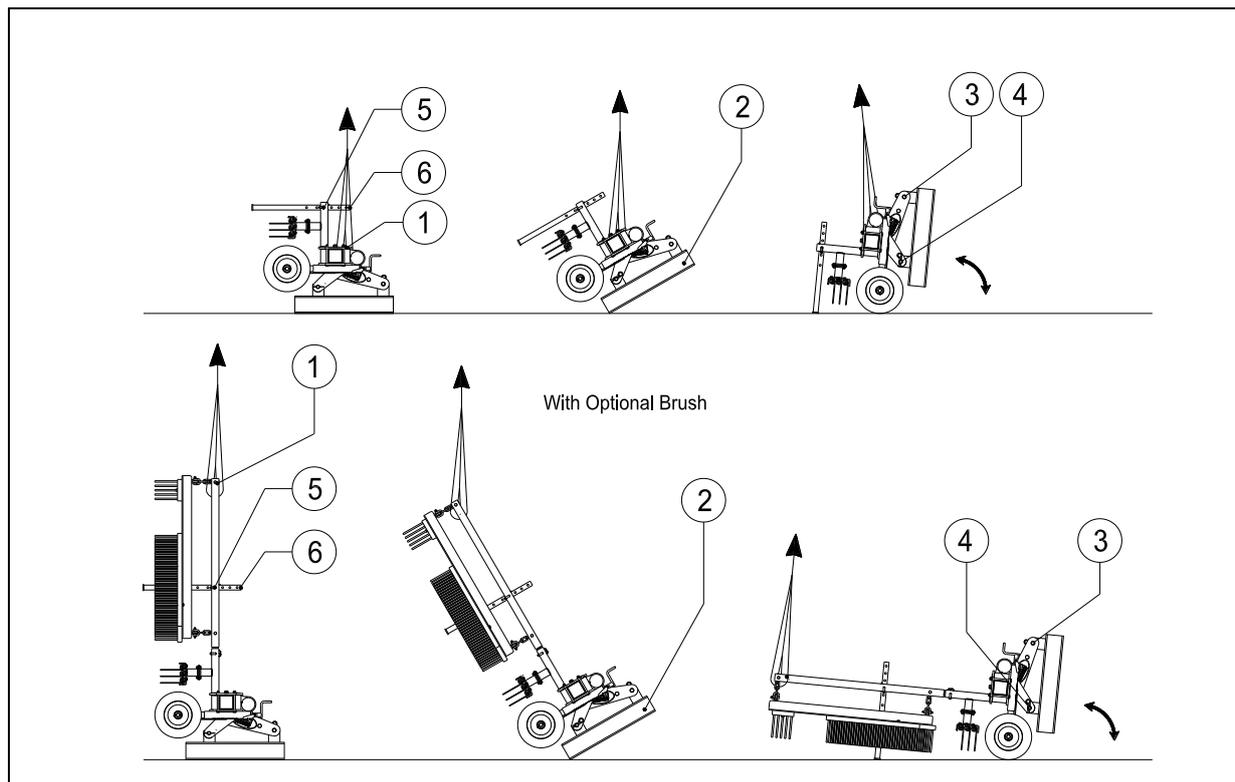

Fig. 6
**Mantenersi almeno a 4 metri di distanza dall'attrezzatura!** (Fig. 6)
L'attrezzatura è sistemata perpendicolarmente sul bancale. Per rimuovere il bancale e collocare l'attrezzatura orizzontalmente sul suolo, procedere nel modo sottostante (vedi la Fig. 6):